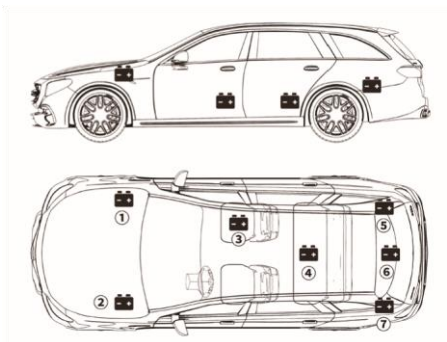

Figura 3.1.1
- 1) La maggior parte dei modelli di veicoli posiziona la batteria nel vano motore, sotto il cofano, in uno degli angoli anteriori. Vedere la posizione della batteria ① e ② nella Figura 3.1.1.
- 2) Per bilanciare la distribuzione del peso non uniforme, alcuni produttori mettono la batteria nel bagagliaio. Vedere la posizione della batteria ⑤, ⑥ e ⑦ nella Figura 3.1.1. In questo caso, la batteria potrebbe avere un coperchio di plastica che deve essere rimosso prima di qualsiasi test.
- 3) Per alcuni modelli, la batteria potrebbe essere riposta sotto il sedile posteriore. Vedere la posizione della batteria ④ nella Figura 3.1.1.
4) Per gli altri veicoli, la batteria sarà posizionata sotto il sedile del passeggero. Vedere la posizione della batteria ③ nella Figura 3.1.1.